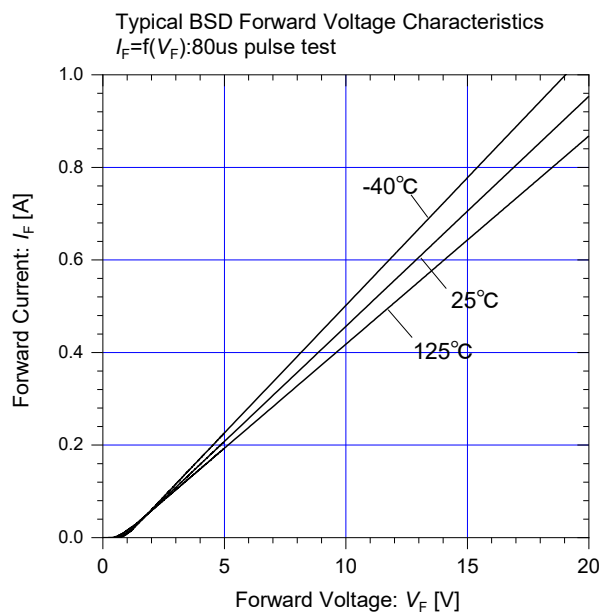

图.3-11 自举二极管的  $V_F$ - $I_F$  特性
- \*  $R$  : 自举二极管串联电阻  $\Delta RF(BSD)$  (参考图3-11,3-12)
在自举二极管芯片内部有一个限流用  $20\Omega$ (typ.) 的电阻。自举二极管的  $V_F$ - $I_F$  特性如图3-11,3-12 所示。